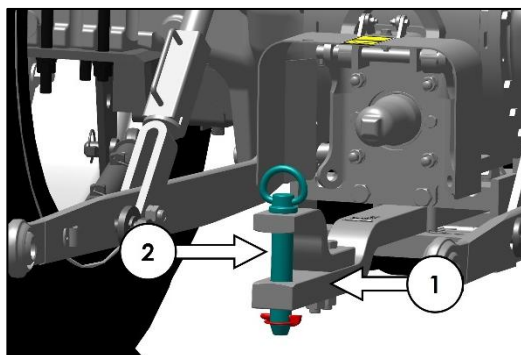

Fig. 203 – ZWENKDISSEL
De zwenkdissel wordt gebruikt voor het trekken van getrokken werktuigen. De zwenkdissel bestaat uit een dissel (item 1 on Fig. 203) met een vastgeschroefde gaffel-adapter (item 2 on Fig. 203) aan het montageframe.